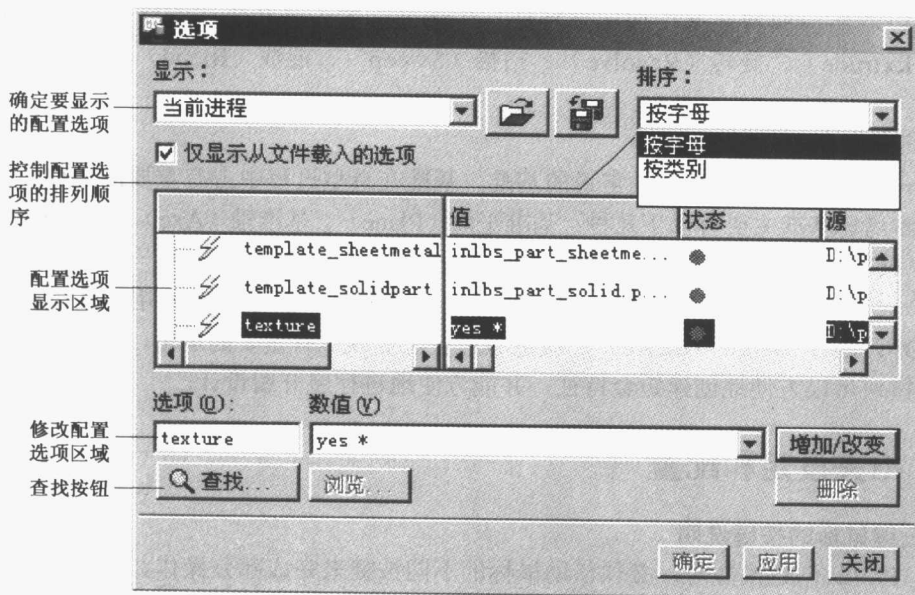

图 1-8 “选项”对话框
Pro/E 中配置文件是以表格的形式提供给使用者的，并提供了很多方便的操作，图 1-8 是
1) 打开“选项”对话框，如图 1-8 所示。